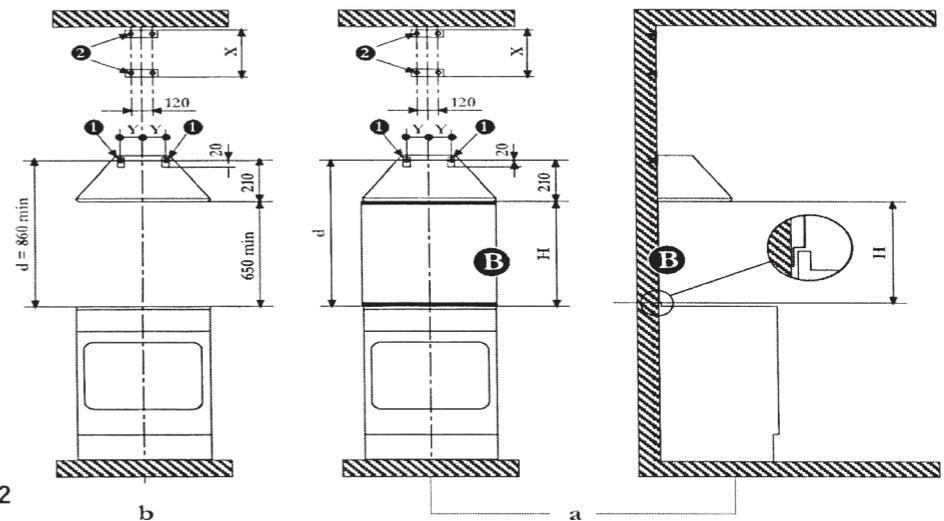

Fig. 2
a) Con panel posterior (fig.2 a):  $d = 210 \text{ mm} + H$  mm, donde  $H =$  a la altura en mm. de la parte visible del panel. Esta medida, debido a los diferentes tipos de paneles disponibles, debe tomarse directamente del panel elegido.
c) Colocar la otra placa 2 en la pared, alineándola con la línea vertical a una distancia  $X$  medida como se indica en la fig. 2. La medida debe ser igual a la del tubo superior S incluido en la dotación. La cota  $X$  puede tener valores diversos según las diferentes alturas del tubo superior.
a) Apoyar el panel sobre la base como se indica en la fig.2 a, colocarlo contra la pared y centrarlo (con la línea vertical trazada en 1). b) Marcar en la pared los centros de los agujeros de la pestaña superior.